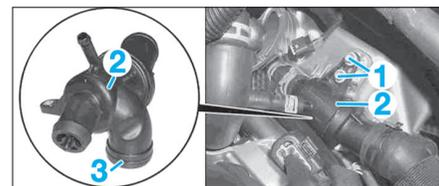

FIG. 40
- Déposer les vis (1) puis le boîtier thermostatique (2) (Fig.40).